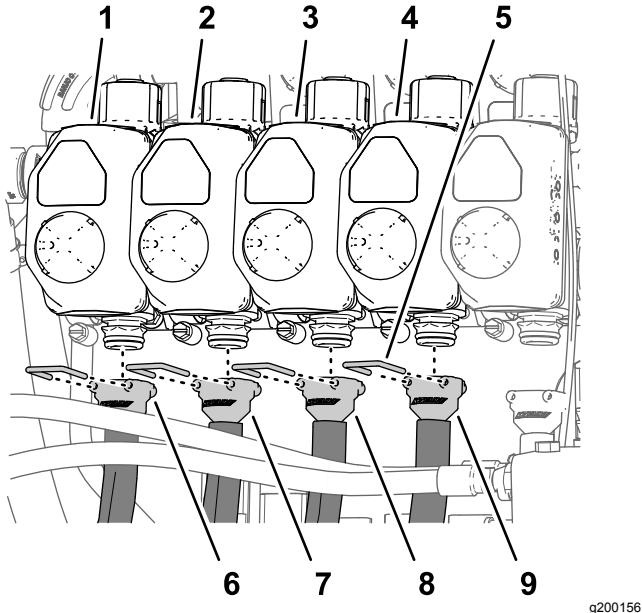
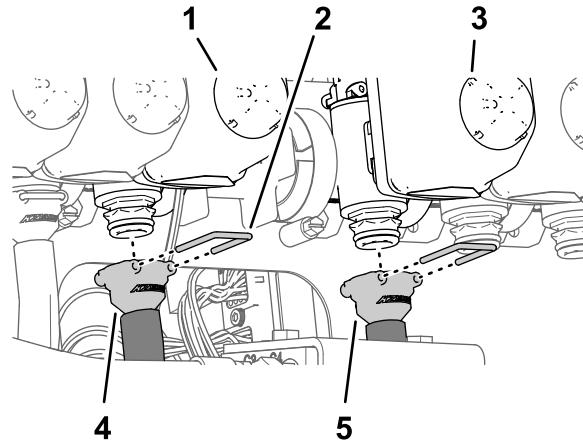
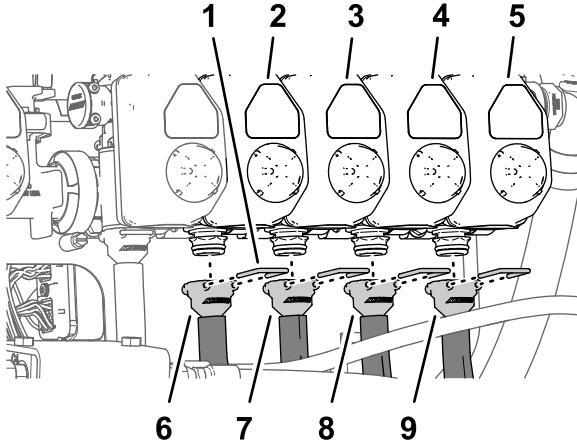

Figura 124
Figura 125
Figura 126
Nota: Fate riferimento a Figura 124 in Montaggio dei flessibili sulle valvole degli ugelli 1-4 \(pagina 60\), Figura 125 in Montaggio dei flessibili sulle valvole degli ugelli 5 e 6 \(pagina 60\) e Figura 126 in Montaggio dei flessibili sulle valvole degli ugelli 7-10 \(pagina 61\) per le posizioni delle valvole degli ugelli.
1. Montate il raccordo dentellato diritto di un flessibile di alimentazione da 279 cm sull'accoppiatore della valvola dell'ugello 1 (Figura 124).
2. Fissate il raccordo dentellato all'accoppiatore con un fermo (Figura 124).
3. Montate il raccordo dentellato diritto di un flessibile di alimentazione da 234 cm sull'accoppiatore della valvola dell'ugello 2 (Figura 124).
4. Fissate il raccordo dentellato all'accoppiatore con un fermo (Figura 124).
5. Montate il raccordo dentellato diritto di un flessibile di alimentazione da 188 cm sull'accoppiatore della valvola dell'ugello 3 (Figura 124).
6. Fissate il raccordo dentellato all'accoppiatore con un fermo (Figura 124).
7. Montate il raccordo dentellato diritto di un flessibile di alimentazione da 188 cm sull'accoppiatore della valvola dell'ugello 4 (Figura 124).
8. Fissate il raccordo dentellato all'accoppiatore con un fermo (Figura 124).
1. Montate il raccordo dentellato diritto di un flessibile di alimentazione da 81 cm sull'accoppiatore della valvola dell'ugello 5 (Figura 125).
2. Fissate il raccordo dentellato all'accoppiatore con un fermo (Figura 125).
3. Montate il raccordo dentellato diritto di un flessibile di alimentazione da 81 cm sull'accoppiatore della valvola dell'ugello 6 (Figura 125).
4. Fissate il raccordo dentellato all'accoppiatore con un fermo (Figura 125).
1. Montate il raccordo dentellato diritto di un flessibile di alimentazione da 188 cm sull'accoppiatore della valvola dell'ugello 7 (Figura 126).
2. Fissate il raccordo dentellato all'accoppiatore con un fermo (Figura 126).
3. Montate il raccordo dentellato diritto di un flessibile di alimentazione da 188 cm sull'accoppiatore della valvola dell'ugello 8 (Figura 126).
4. Fissate il raccordo dentellato all'accoppiatore con un fermo (Figura 126).
5. Montate il raccordo dentellato diritto di un flessibile di alimentazione da 234 cm sull'accoppiatore della valvola dell'ugello 9 (Figura 126).
6. Fissate il raccordo dentellato all'accoppiatore con un fermo (Figura 126).
sull'accoppiatore della valvola dell'ugello 10 (Figura 126).
8. Fissate il raccordo dentellato all'accoppiatore con un fermo (Figura 126).